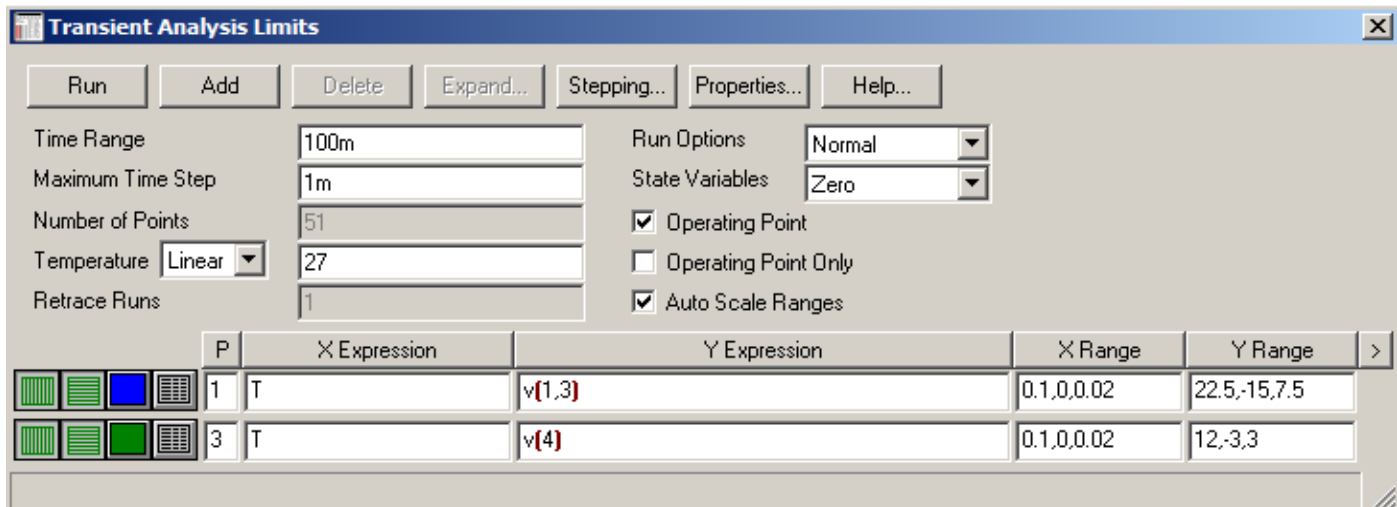

Рисунок 26. Задание параметров анализа
15. Задайте параметры анализа, как на рис. 26, при необходимости **измените** так, чтобы время переходного процесса и величины пульсаций определялись.